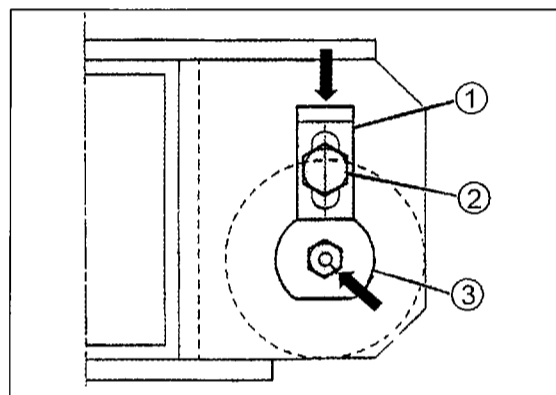

Bild 266
- Das Fahrzeug auf die Räder ablassen und die Radbolzen anziehen. Die Mutter (7) jetzt mit 110 bis 130 Nm anziehen.
- Der Lagerbolzen (1) muss jetzt gegen Verdrehung gesichert werden. Dabei muss man sich an Bild 266 halten:
- Die Verdrehsperr (1) handfest mit der Schraube (2) anbringen und in Pfeilrichtung nach unten schlagen, bis sie gegen den Lagerbolzen (3) anliegt.